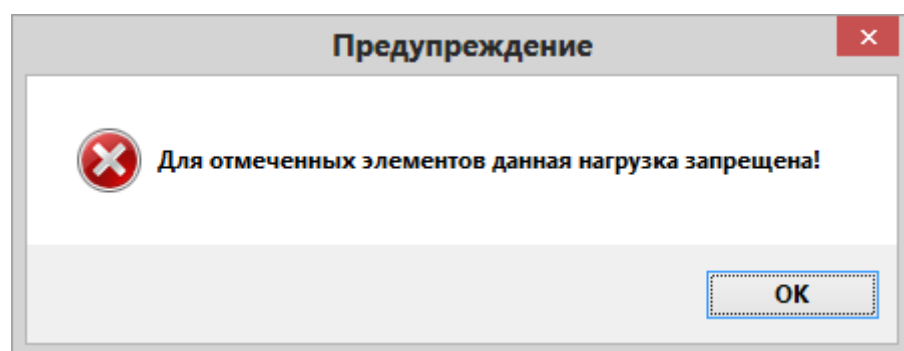

Рис.21.19. Диалоговое окно Предупреждение
- На экране появляется диалоговое окно **Предупреждение** (рис.21.19), в котором щелкните по кнопке **ОК**.